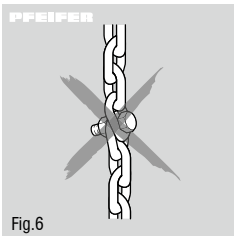

Fig. 6
- Ne pas nouer la chaîne de charge et ne pas la relier à l'aide de boulons, d'une vis, d'un tournevis ou de tout outil semblable. Les chaînes de charge fermement fixées dans les engins de levage ne peuvent pas être réparées (Fig. 6).